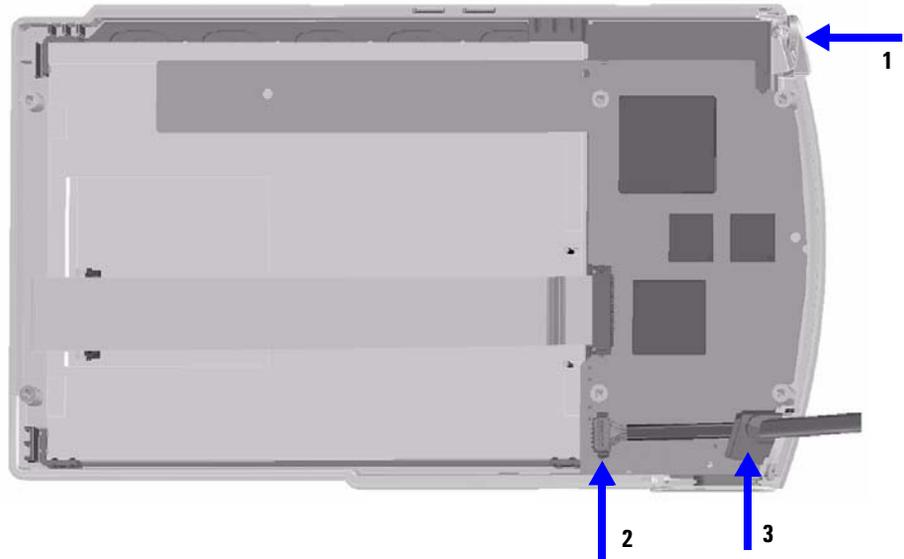

図 88 背面パネル - ケーブル、コネクタ、リリースボタンの位置
- 4 背面パネルを慎重に取り外します。リリースボタン [1] (図 88 に示したように) は、取り外し中に落下することがあります。保管しておいてください。